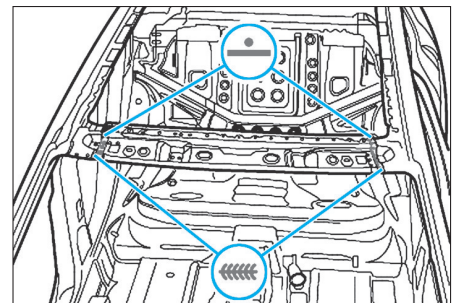

FIG. 38
- Souder la pièce neuve, soudure par points en ligne droite (Fig.38).